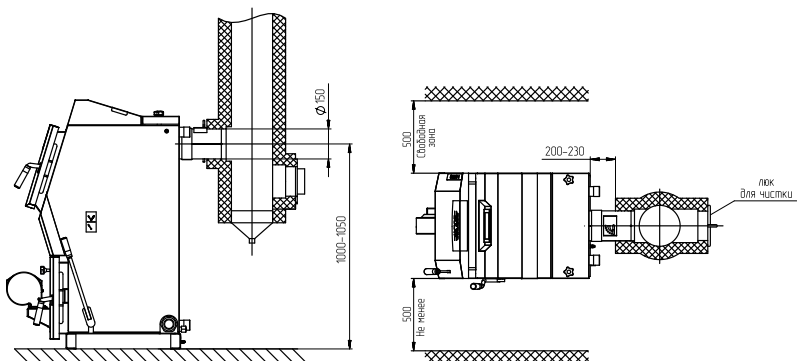

Рис.4 Схема установки котла
6.1.11. Расположение котла в помещении с учетом необходимого для обслуживания пространства показано на (Рис.4).